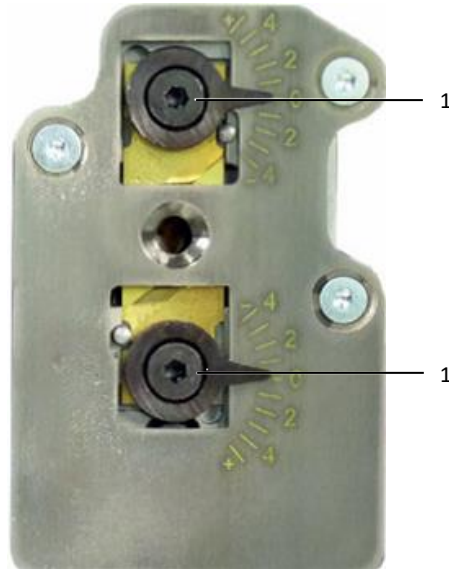

Fig. 15: Afisoleringsenhed
- Løsne de to excenterskruer (fig. 15, pos. 1) (nøgle med indvendig sekskant 2,5 mm).